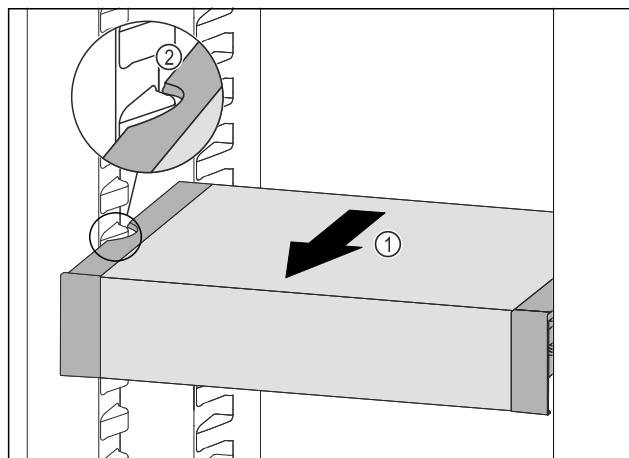

Fig. 54
- Тяните VarioSafe вперед Fig. 54 (1), пока боковые выемки VarioSafe не окажутся на высоте выступа резервуара в холодильном отделении. Fig. 54 (2)